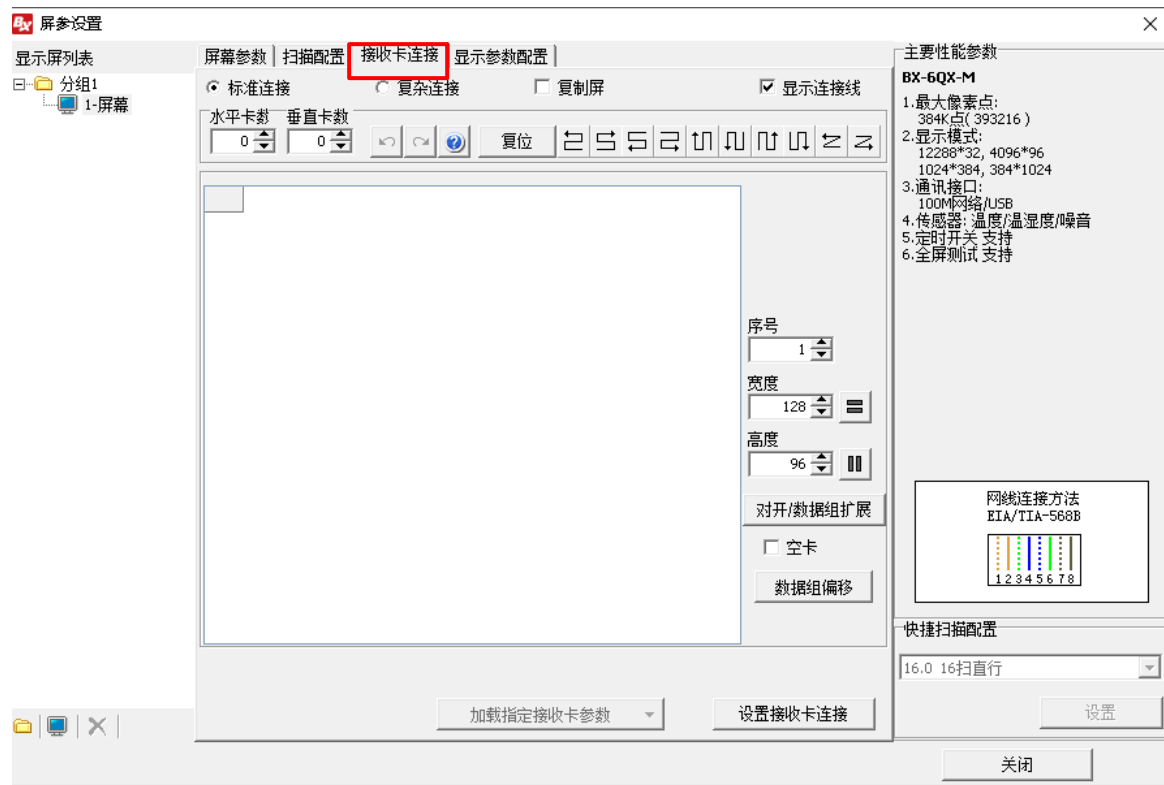

图 7
1. 进入屏参设置界面后，点击“接收卡连接”，如下图 7 所示：